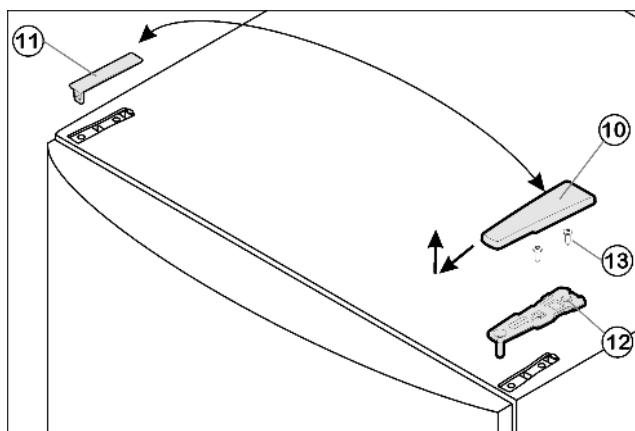

Fig. 8
- Abdeckung Fig. 8 (10) nach vorne und oben abziehen.
- Abdeckung Fig. 8 (11) abheben.
- Oberen Lagerbock Fig. 8 (12) abschrauben (2 mal Torx® 25) Fig. 8 (13) und nach oben abziehen.